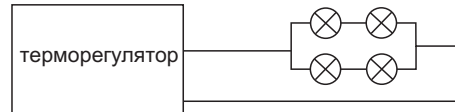

Рисунок 2. Навантаження у вигляді двох груп двох послідовно з'єднаних ламп розжарювання.
**2 СПОСІБ** полягає у використанні двох ТЕНів замість ламп як нагрівальний елемент, які з'єднані за схемою, представленою на рис. 2. Використовувати можна і один ТЕН, однак при перегоранні Тена є ймовірність псування яєць інкубатора, так як температура більш нічим не буде підтримуватися. Використання двох ТЕНів, з'єднаних паралельно, збільшує надійність інкубатора в цілому і підвищує ймовірність отримання запланованого виводка.